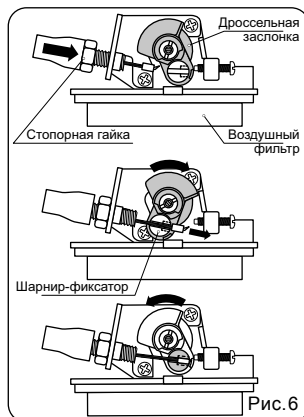

Рис. 6
- Подсоедините трос к двигателю и вставьте его конец в шарнир дроссельной заслонки (Рис. 6).